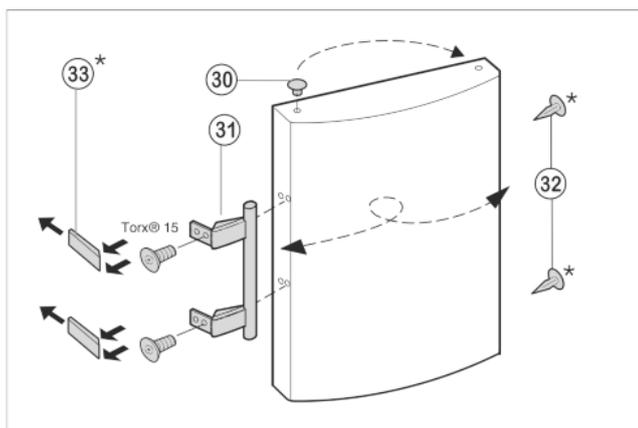

Fig. 7
- ▶ Estrarre il tappo Fig. 7 (30) dalla sede del cuscinetto della porta e cambiarlo di posizione.
- ▶ Smontare la maniglia della porta Fig. 7 (31), il tappo Fig. 7 (32) e le piastre di pressione Fig. 7 (33) e spostarli sul lato opposto.